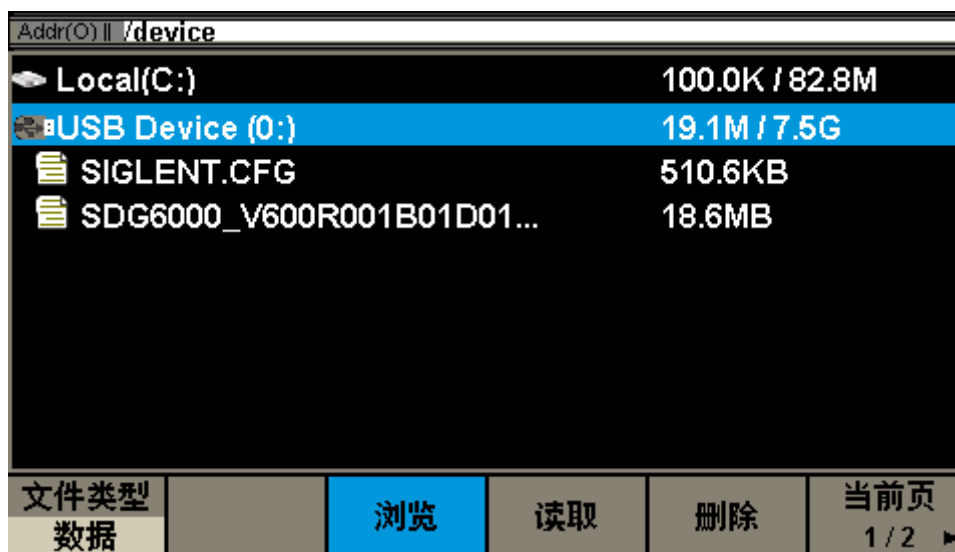

图 2-69 固件升级界面
4. 旋转旋钮选择USB Device(0:)然后向下按下旋钮，或直接点击屏幕上USB Device(0:)所在位置，展开U盘目录，如图 2-69所示。